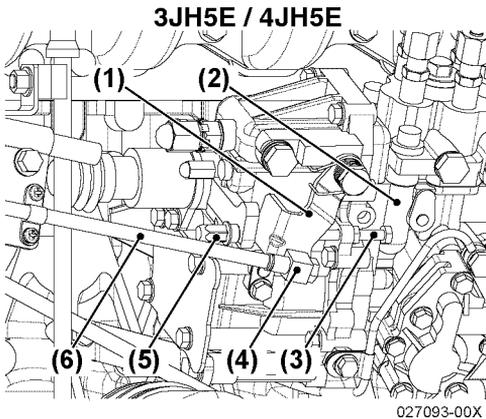

Abbildung 5
1. Zum Verstellen die Stellschraube (**Abbildung 5, (4)**) oder Seilbefestigung (**Abbildung 6, (3)**) für das Fernbedienungsseil an der Motorseite lösen und einstellen.
2. Stellung des Anschlags für die hohe Drehzahl (**Abbildung 5, (5)**) oder (**Abbildung 6, (6)**) und anschließend Anschlag für die niedrige Drehzahl (**Abbildung 5, (3)**) oder (**Abbildung 6, (4)**) mit der Stellschraube am Fernbedienungshebel einstellen (**Abbildung 5, (1)**) oder (**Abbildung 6, (5)**).